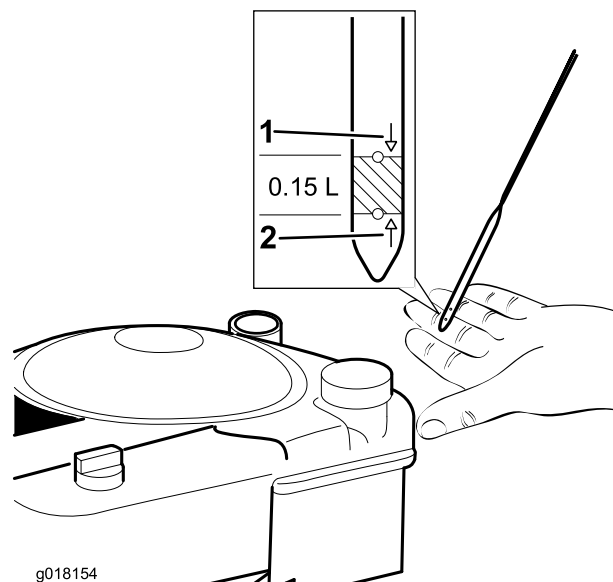

Figura 6
1. Retire la varilla (Figura 6).
2. Vierta aceite **lentamente** en el tubo de llenado de aceite, espere 3 minutos, y compruebe el nivel de aceite en la varilla limpiándola e insertándola a fondo en el tubo (Figura 6).
3. Llene el motor con aceite hasta que la varilla indique que el nivel del aceite del motor es correcto, según se muestra en Figura 6. Si usted llena demasiado el motor, vacíe el exceso de aceite según se indica en **Cómo cambiar el aceite del motor**.